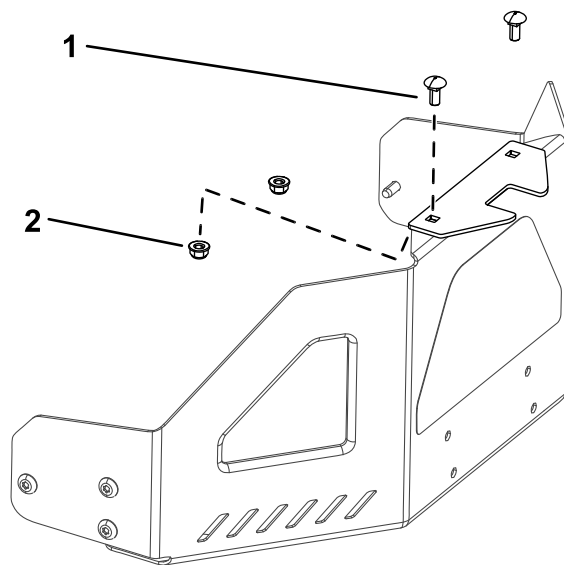

Figura 5
1. Instale el soporte de estabilización en el protector del motor usando dos pernos de cuello cuadrado (5/16" x 3/4") y 2 contratuercas (5/16") (Figura 5).